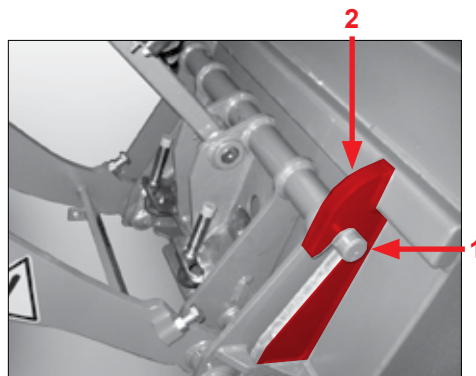
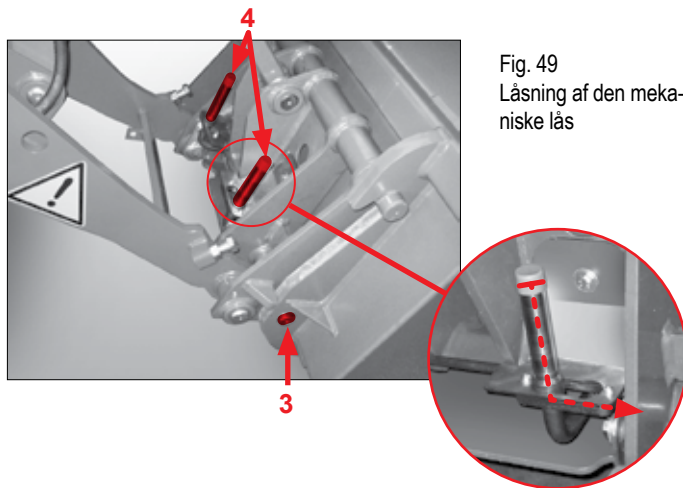

Fig. 48
Fig. 49
1. Kør hen til redskab med læsseren (Fig. 48).
2. Anbring optagebolten pos. 1 under optagekrogen pos. 2.
4. Før låseboltene pos. 3 (Fig. 49) ind. Tryk grebene på låseboltene pos. 4 ned.
5. Sørg for, at grebene på låseboltene pos. 4 er gået i indgreb, når de er blevet låset.